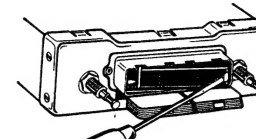

Fig. 44
4. Reflektor herausnehmen, Fig. 44.
3. Reflektor herausnehmen, Fig. 44.
4. Remove reflector, Fig. 44.
3. Remove reflector, see Fig. 44.